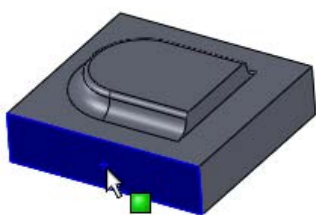
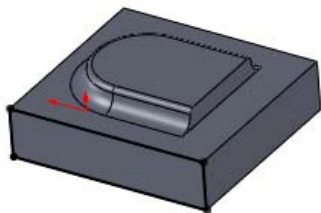

图 10-129 选择基准面
图 10-130 生成草图
⑦绘制草图。在实体上选择图 10-129 所示的面作为绘图基准面，单击“草图”工具栏中的“草图绘制”按钮，然后单击“草图”工具栏中的“转换实体引用”按钮，将选择的矩形表面转换成矩形图素，如图 10-130 所示。